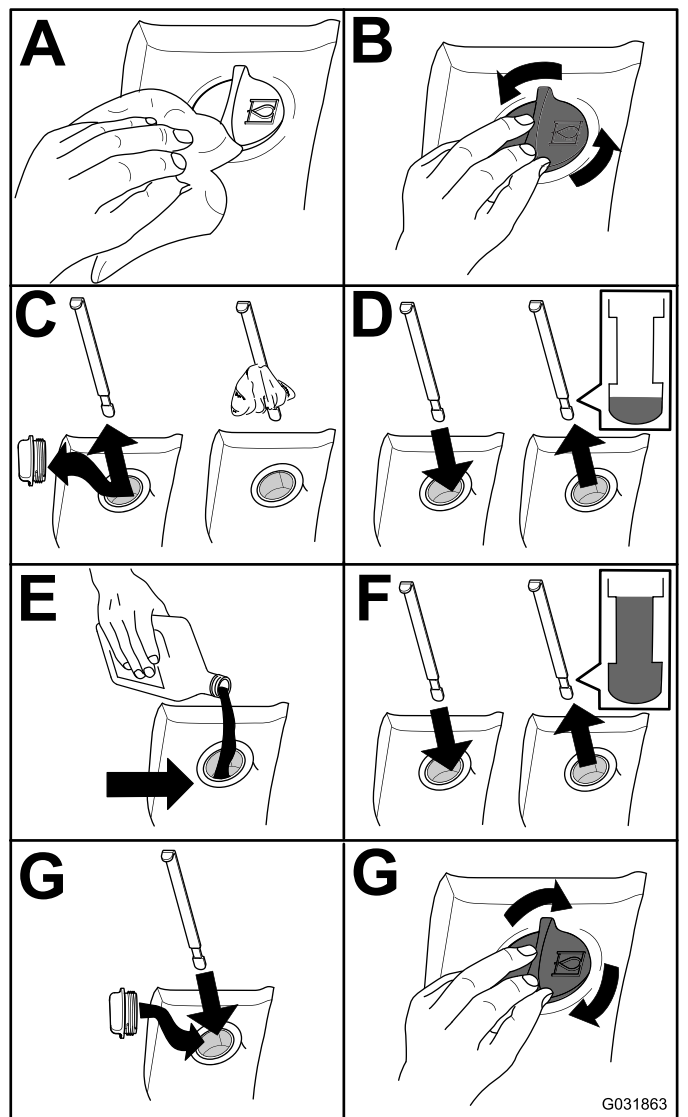

Figura 101
2. Verifique o nível de fluido hidráulico (Figura 101).